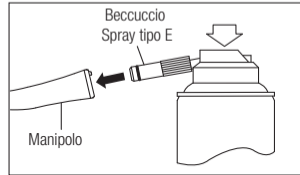

Fig. 6
- 2) Inserire il beccuccio spray nella parte posteriore del manipolo. Mantenere il manipolo e il beccuccio in tale posizione per circa 2-3 secondi. Erogare il lubrificante fino a quando non fuoriesce dalla testina del manipolo (per almeno 2 secondi) (Fig. 6).
- 3) Lubrificare il manipolo usando NSK PANA SPRAY Plus / PANA SPRAY (Fig. 6) o un sistema di pulizia e lubrificazione automatico per manipoli NSK.